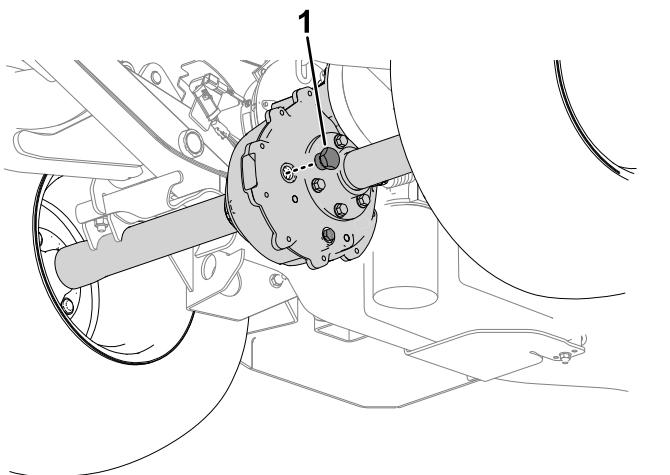

Bild 51
1. Entfernen Sie die Füllschraube an der Achse (Bild 51).